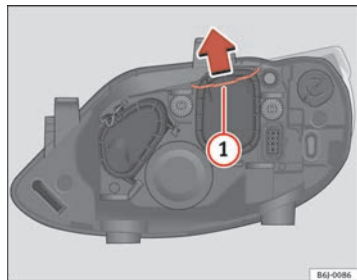

Fig. 136 Luz de cruce
- Desplace el tirante ⇒ fig. 136 (1) en el sentido de la flecha y saque la tapa.